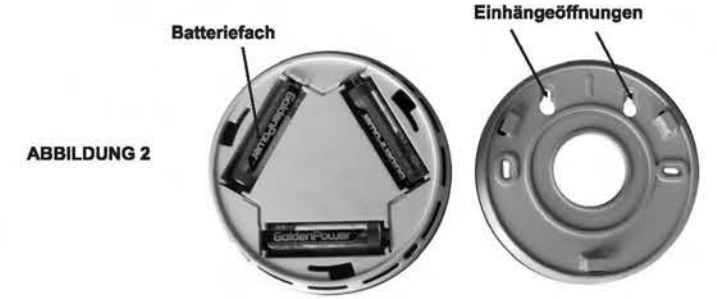

ABBILDUNG 2
#### STATUS LED Kontrollleuchte (s. Abb. 2)
#### ALARM LED Kontrollleuchte (s. Abb. 2)
#### Test/Reset-Taste (s. Abb. 2)
**STATUS LED indicator Light (see figure 2)**
**ALARM LED indicator Light (see figure 2)**
**Test/Reset Button (see figure 2)**